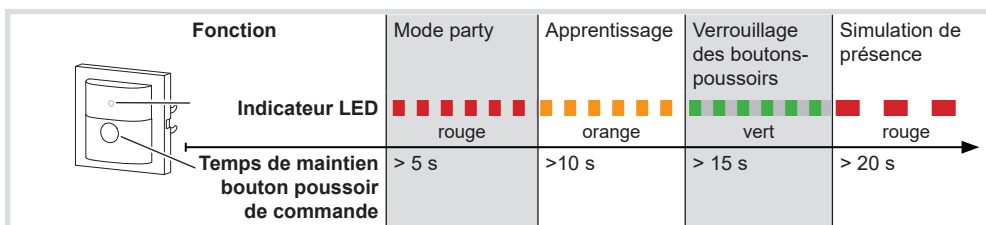

Figure 3 : sélection des fonctions spéciales et indicateur LED
- Maintenir le bouton-poussoir enfoncé pour sélectionner les fonctions spéciales. La sélection est assistée par l'indicateur LED (Fig. 3).
- Maintenir le bouton-poussoir (7) enfoncé pendant plus de 5 secondes jusqu'à ce que la LED d'état (8) clignote en rouge (Fig. 3).
- Maintenir le bouton-poussoir enfoncé pendant plus de 20 secondes jusqu'à ce que la LED d'état (8) clignote lentement en rouge (Fig. 3). La simulation de présence est active. Pendant ce temps, la LED d'état (8) reste allumée en orange. Le détecteur de mouvement allume l'éclairage à l'heure enregistrée.